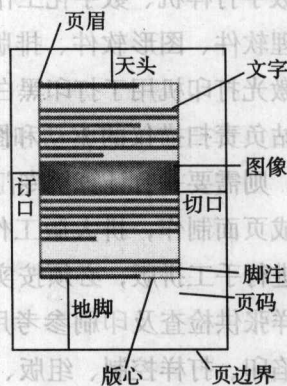

图1-5 书刊出版物版心位置分布
通常设计者在设计制作页面时应该掌握以下几方面:①出版物页面大小以及版心位置等相关概念;②版面颜色的正确使用;③图文位置的正确摆放,如图1-5所示。